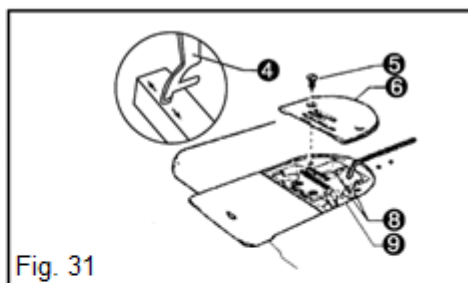

Fig. 31
* Jeśli przeciwnóż nie przecina nici, należy go wymienić lub naostrzyć. (Fig. 31)